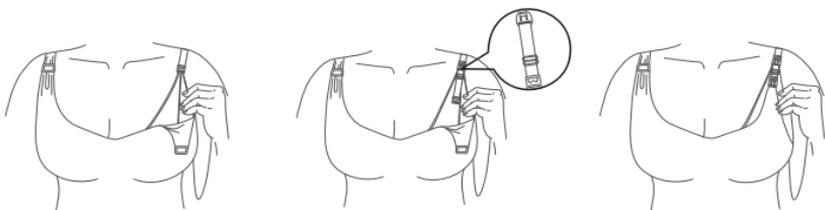

Рисунок 7.
5.5.2. Длину бретельки бюстгальтера можно регулировать, закрепив ее на другом конце регулируемой застежки (рис.7).